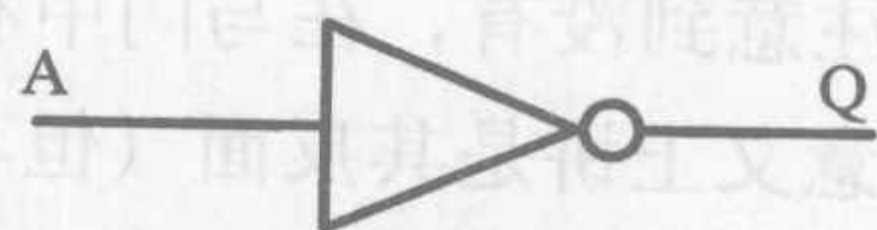

图3-18 反相器或非门的符号
如果你输入0V到这个电路，你将得到5V的输出。如果你输入5V，则将得到几乎①为0V的输出。在这个电路中，你已经有效地将逻辑状态反转了。非门也称反相器，通常用如图3-18所示的符号来表示。